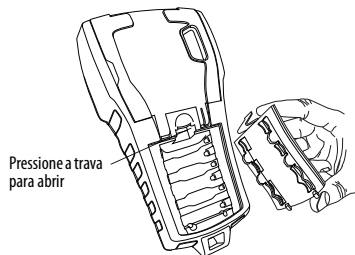

Figura 3
1. Pressione a trava na parte posterior da impressora para remover a tampa do compartimento da bateria. Consulte a Figura 3.
2. Insira a bateria em seu compartimento. Consulte a Figura 3.